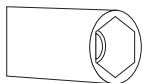

Figure 5
1. Veuillez utiliser un tournevis à tête spéciale pour retirer et installer le gicleur comme illustré dans. (figure 5)